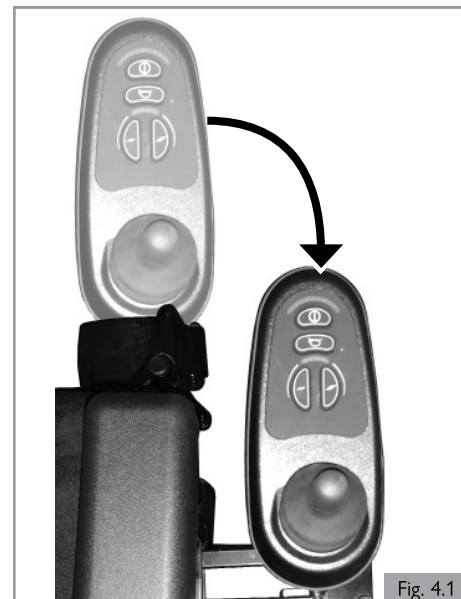

Fig. 4.1
- Cuando esté usando la oscilación paralela, accione la silla de ruedas únicamente a una velocidad baja y maniobrable. (Fig 4.1)